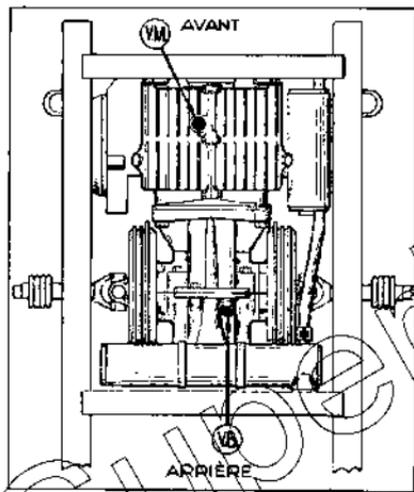

Fig. 17. — BOUCHONS DE VIDANGE (moteur et boîte)
Après 3.000 km, vidangez à chaud le carter (bouchon en VM, fig. 17). En fin de vidange, appuyez sur l'AV de la voiture
- c) de vidanger votre boîte de vitesses (fig. 17, page 26,